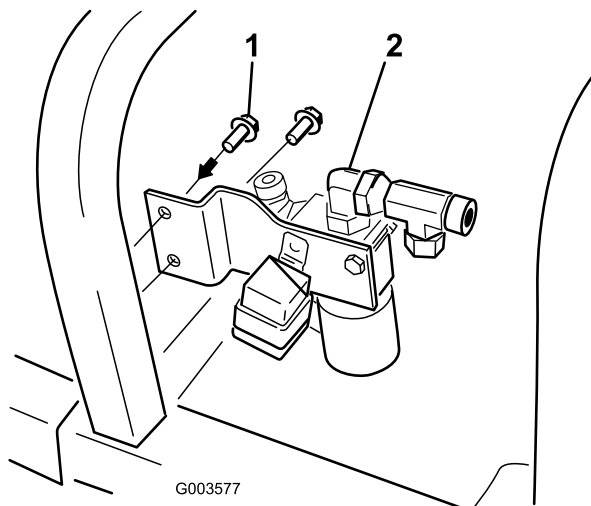

Рисунок 13
7. Установите кронштейн клапана на раму машины с помощью 2 самонарезающих винтов (9/32 x 3/4 дюйма); см. Рисунок 13.